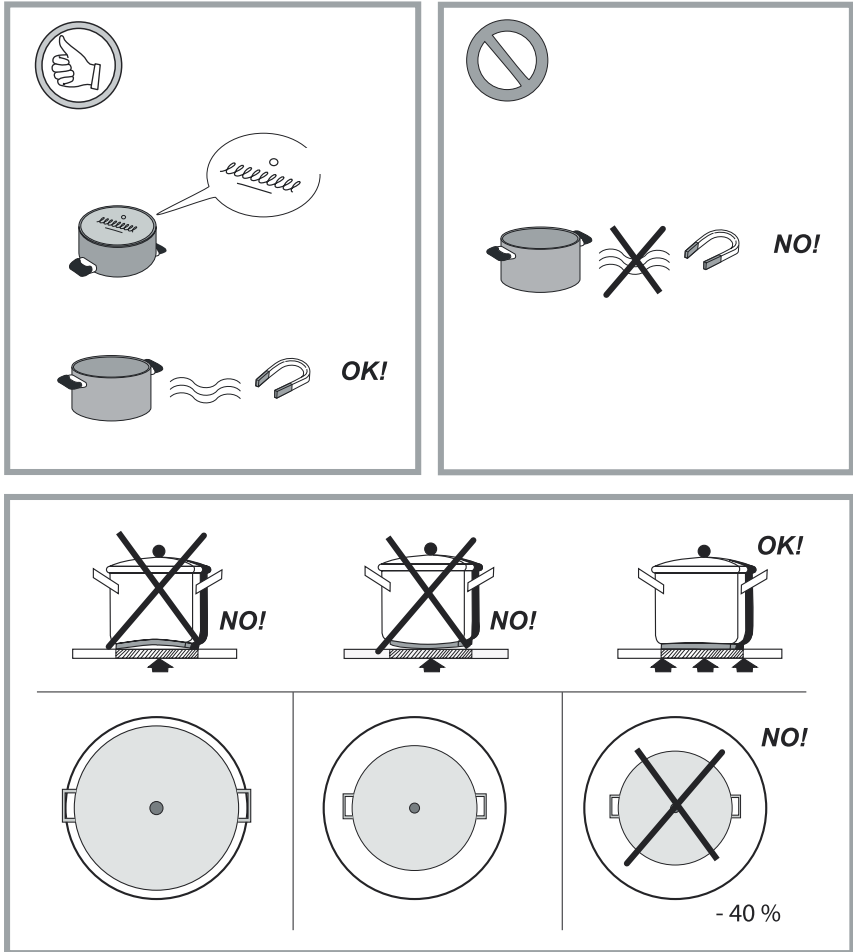

Fig. 13
- Sørg for at kokekar alltid er sentrert på kokesonen. Fig. 13